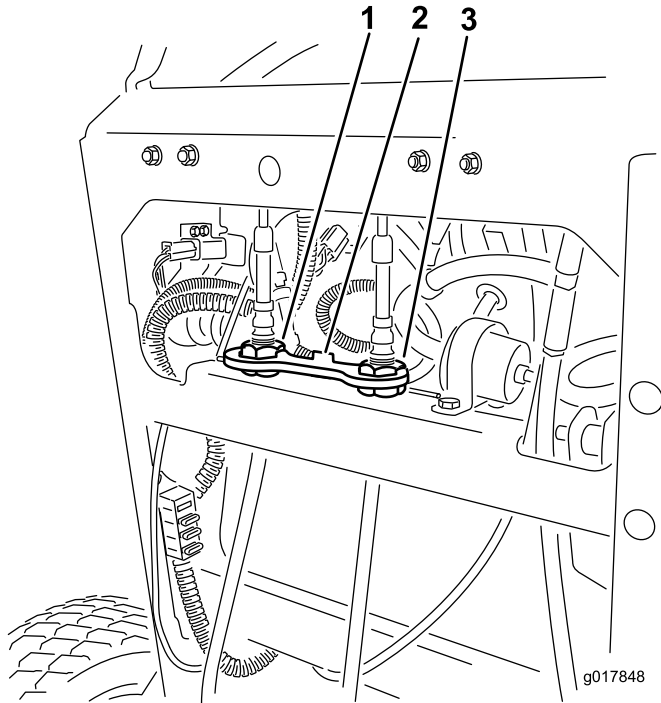

Figura 55
4. Sollevate e togliete il blocco del cavo che fissa i dadi di regolazione del cavo (Figura 55).
5. Ruotate il dispositivo di regolazione del cavo destro in modo da posizionare il comando di movimento destro al centro della fessura di blocco in folle del pannello di controllo (Figura 55).
10. Montate il blocco del cavo sui dadi di regolazione del cavo per fissare la regolazione (Figura 55).